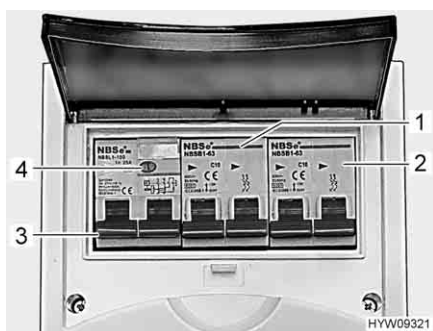

Fig. 135 Interruttore di sicurezza e interruttore automatico FI (scatola dei fusibili a 230 V)
Un interruttore di sicurezza per correnti di guasto (interruttore automatico FI) (Fig. 135,3) nella scatola dei fusibili protegge l'intero veicolo da correnti di guasto (30 mA).
L'interruttore di sicurezza collegato in serie (10 A) (Fig. 135,1) protegge le prese da 230 V, la centralina elettrica, il caricabatteria supplementare e il frigorifero.
Per veicoli con accessori opzionali, p. es. l'impianto di climatizzazione a tetto, un ulteriore interruttore di sicurezza (16 A) (Fig. 135,2) protegge l'apparecchio.
- Se il veicolo è collegato all'alimentazione a 230 V, premere il tasto di controllo (Fig. 135,4). L'interruttore di sicurezza per correnti di guasto (FI) deve scattare.